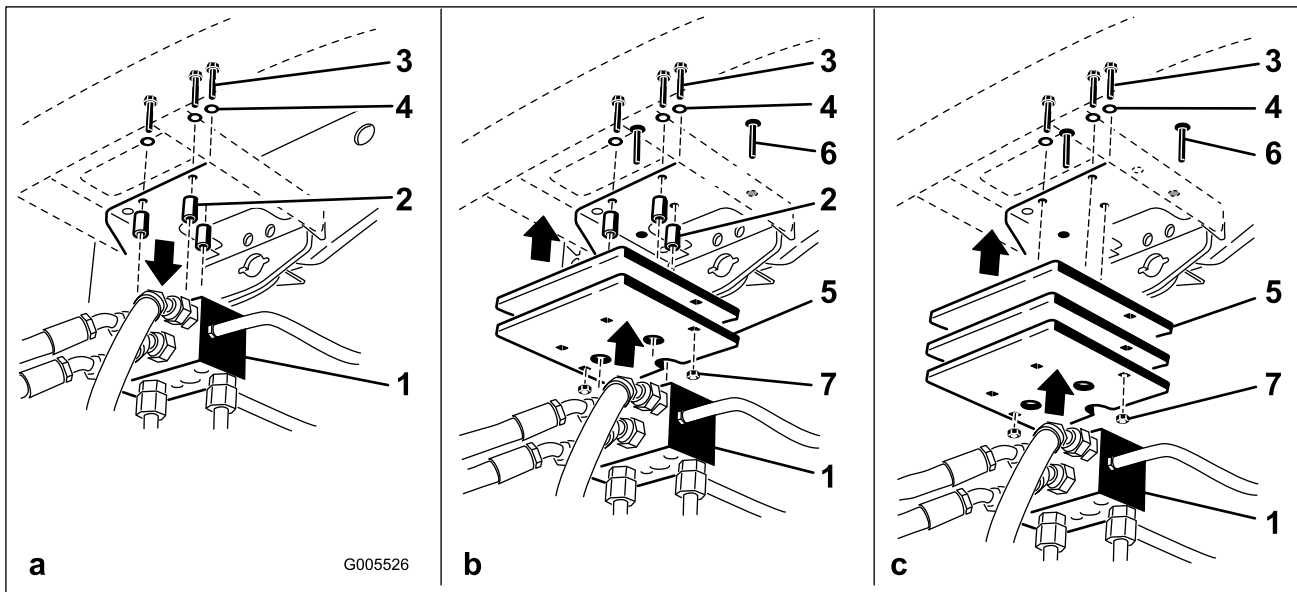

Рисунок 16
Установите необходимое количество грузов (см. таблицу грузов) в верхней или нижней части заднего бампера, как показано на Рисунок 16.
- Отверните три болта и снимите шайбы с проставками, которые крепят коллектор тяги к нижней части заднего бампера (Рисунок 16а).
- Установите груз(ы) и коллектор тяги на бампер с помощью ранее снятых трех болтов, шайб и проставок (Рисунок 16б).
**Примечание:** Не используйте проставки при установке более двух грузов **под** бампером (Рисунок 16в).
- Прикрепите наружные края груза(ов) к бамперу с помощью двух каретных болтов и гаек (Рисунок 16в).